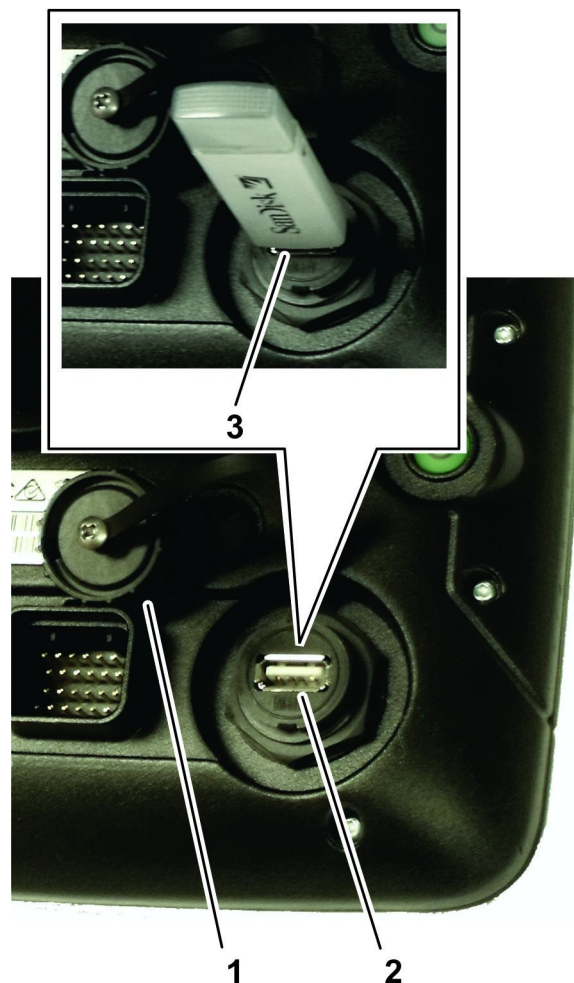

Figura 31
1. Rimuovete il tappo della porta USB situata sotto il pulsante di accensione (Figura 31).
2. Inserite un dispositivo di archiviazione USB nella presa USB (Figura 31).